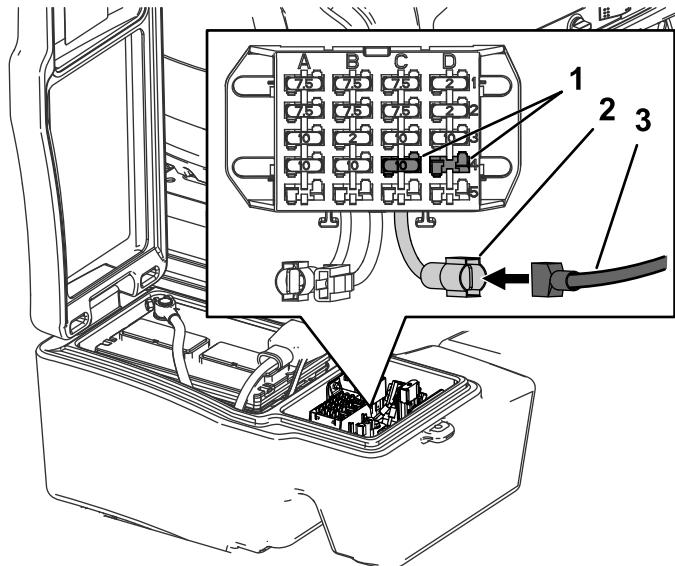

Figura 24
4. Ligue o terminal da cablagem ao cabo de alimentação auxiliar que sai do bloco de fusíveis, como se mostra em Figura 24.